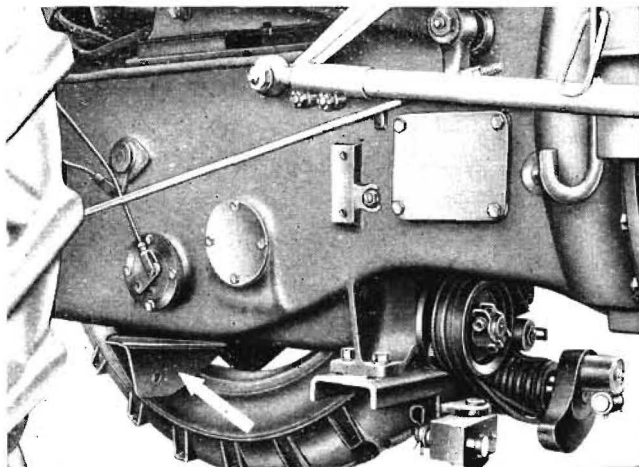

Bild 4
- 1.4 Stützwinkel unter dem Getriebegehäuse anschrauben. Achtung! Bitte die mitgelieferten Sechskantschrauben M $14 \times 1,5 \times 25$ verwenden. Federringe nicht vergessen und die Schrauben ebenfalls sofort fest anziehen. (Bild 4)